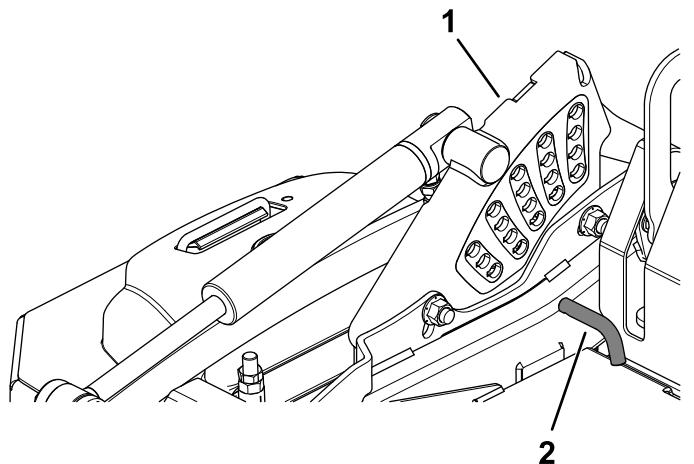

Figure 24
2. Tournez la goupille de hauteur de coupe jusqu'à ce que la goupille cylindrique située à l'intérieur soit en face des fentes dans les trous du support de hauteur de coupe et retirez-la (Figure 24).
3. Insérez la goupille de hauteur de coupe dans le trou correspondant à la hauteur de coupe voulue (Figure 24).
- Les différentes hauteurs de coupe sont indiquées sur l'autocollant situé sur le côté de la plaque de levage du tablier (Figure 24).